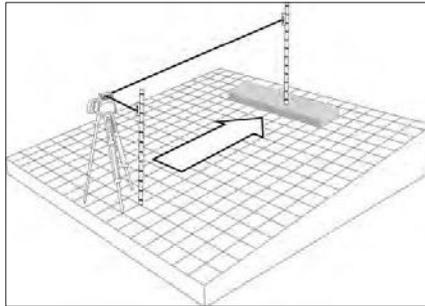

Abb. 22 PlaneMatch-Einrichtung
1. Stellen Sie den Laser über dem ersten Referenzpunkt auf, siehe Bild 22.
2. Befestigen Sie den HL760 / CR700 Empfänger an einer Nivellierlatte. Stellen Sie die Stange neben den Laser und justieren Sie die Höhe des Empfängers neben dem Laser, bis der Laserempfänger auf der Höhe ist. Jetzt hat die Neigungsposition des Empfängers die gleiche Höhe wie der Laserstrahl (=Höhe des Instruments HI), siehe Bild 22.
3. Um die Höhe des Empfängers auf der Stange zu verändern, positionieren Sie die Stange am zweiten Referenzpunkt, der auf die Vorderseite des Empfängers in Richtung des Lasers zeigt, siehe Bild 22.